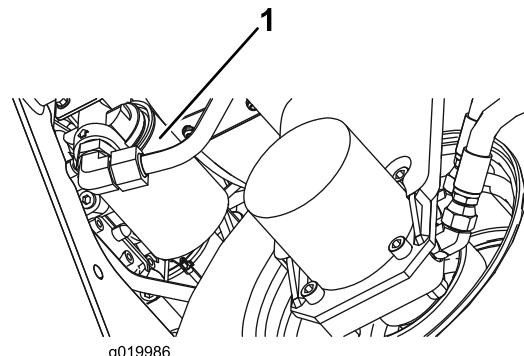

Bild 62
2. Reinigen Sie den Anbaubereich des Filters. Stellen Sie ein Auffanggefäß unter den Filter (Bild 62) und entfernen den Filter.